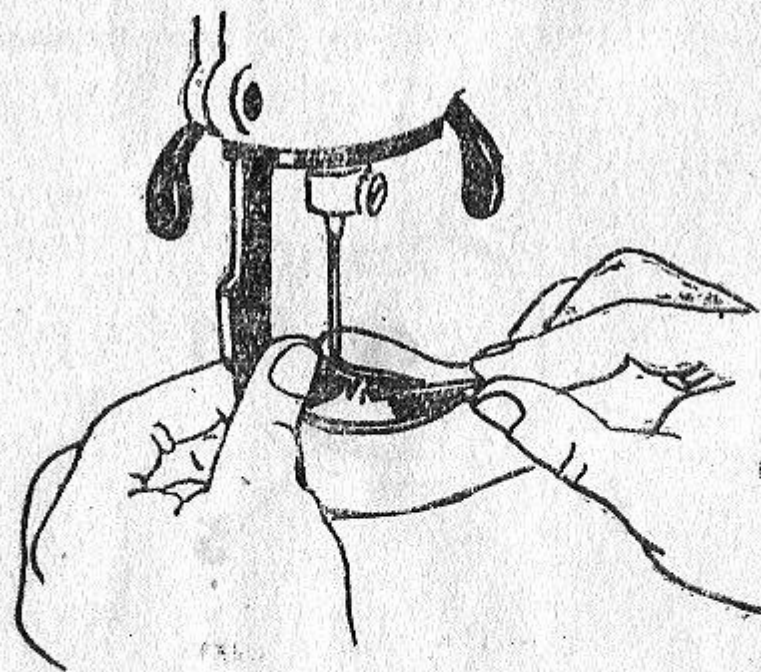

Рис. 16.
6.8.1. Израсходованная шпулька вынимается из машины вместе с челноком. Для этого сначала описанным выше способом откидывают в сторону игольную пластинку. Челнок вынимается или тонкой отверткой, или соответствующим простым инструментом, как показано на рис. 16.